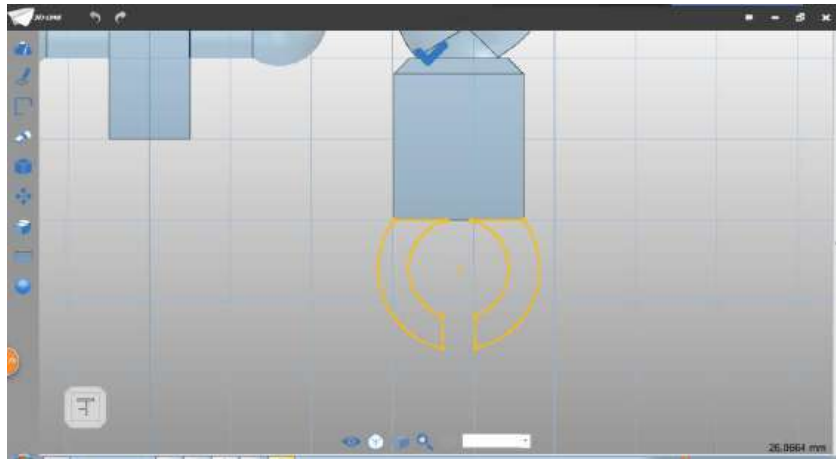

图 3-24
Step 24 点击确定，完成偏移。选择裁剪命令，裁剪线段，保留下图 3-24 所示的轮廓：